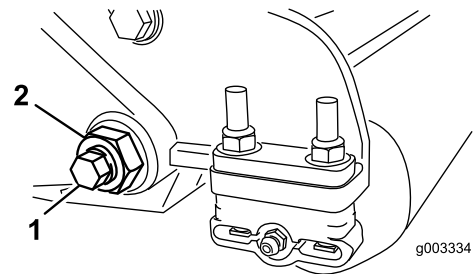
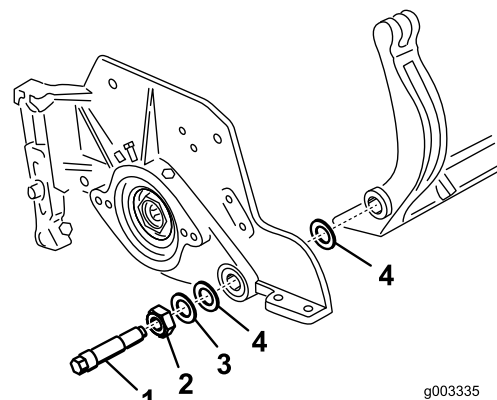

Bild 31
Bild 32
3. Lösen Sie an jeder Seite der Maschine die Sicherungsmutter, mit der die Schraube des Unterwasserträgers befestigt ist (Bild 31).
4. Nehmen Sie jede Schraube des Unterwasserträgers ab, damit der Unterwasserträger nach unten gezogen und von der Maschinenschraube entfernt werden kann (Bild 31). Bewahren Sie die zwei Nylonscheiben und die Scheibe aus gestanzten Stahl an jedem Ende des Unterwasserträgers auf (Bild 32).
4. Legen Sie eine Stahlscheibe außen auf jede Nylonscheibe (Bild 32).
Ziehen Sie die Schrauben des Untermesserträgers bis auf 27-36 N m an. Ziehen Sie die Sicherungsmuttern an, bis sich die Stahlscheibe außen nicht mehr dreht und kein Spiel am Ende vorhanden ist, ziehen Sie jedoch nicht zu stark an oder verbiegen Sie die Seitenplatten. Die Scheiben innen können einen Abstand aufweisen (Bild 32).